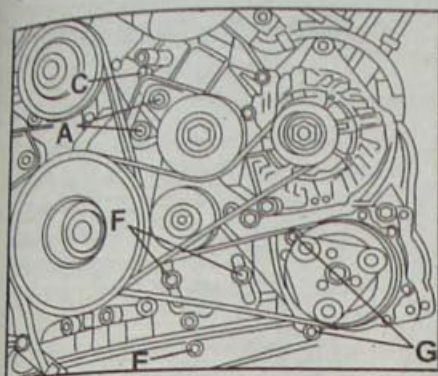

Рис. 2.31. Расположение болтов крепления элементов натяжения ремней привода вспомогательного оборудования:
- Ослабьте два болта (А, рис. 2.31) крепления натяжного ролика ремня привода генератора.
- регулировочный болт (E, рис. 2.31) ремня привода водяного насоса/компрессора кондиционера;